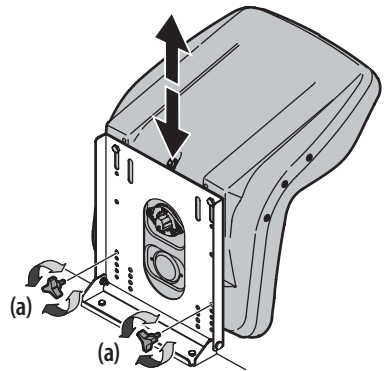

Figure 15
- Remplacez les boutons dans l'un des quatre trous et serrez solidement. Consultez la Figure 15.